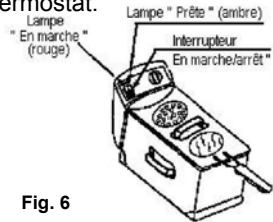

Fig. 6
- La lampe témoin de la température s'allumera quand la température est réglée avec la friteuse « en marche », indiquant que l'élément de chauffage fonctionne. Cette lampe s'éteint quand la température choisie est atteinte. (Fig. 6). La lampe témoin de la température pourrait s'allumer et s'éteindre alternativement durant la friture. Ceci indique que la température est maintenue par le thermostat.